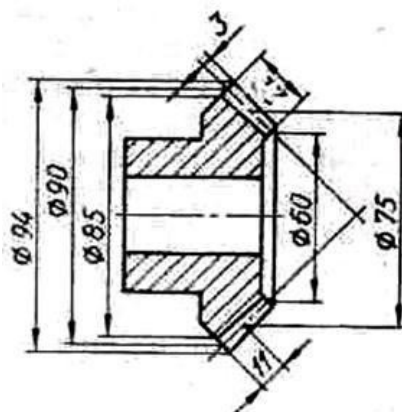

Рис. 10.
3.83. *На рис. 10 изображено нормальное прямозубое коническое зубчатое колесо. Сколько у него зубьев?*